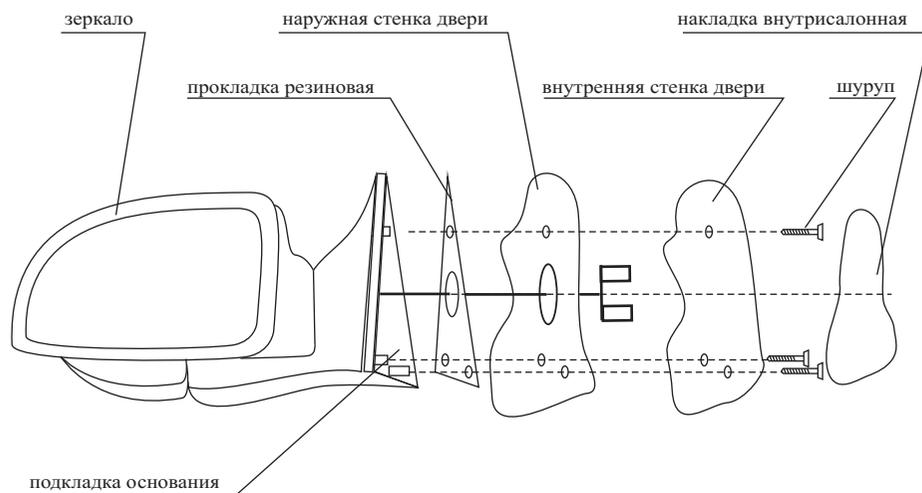

Рис. 3
4.3. Разметить по "прокладке резиновой" (либо по "подкладке основания" - см. Рис. 3) и просверлить 3 отверстия diam. 12 мм. в наружной стенке двери и отверстие diam. 20 мм. под жгут зеркала.
4.9. Установить зеркало (см. Рис. 3).